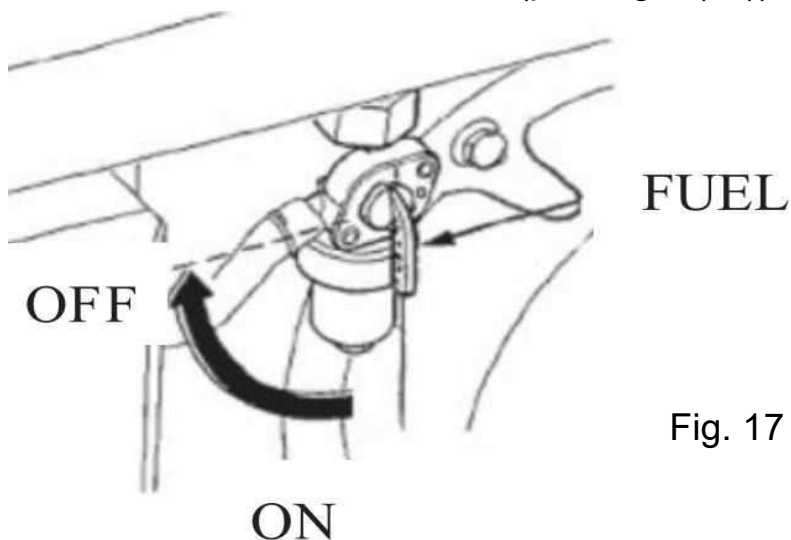

Fig. 17
2. ouvrir le robinet de carburant (voir p.26 fig.17)